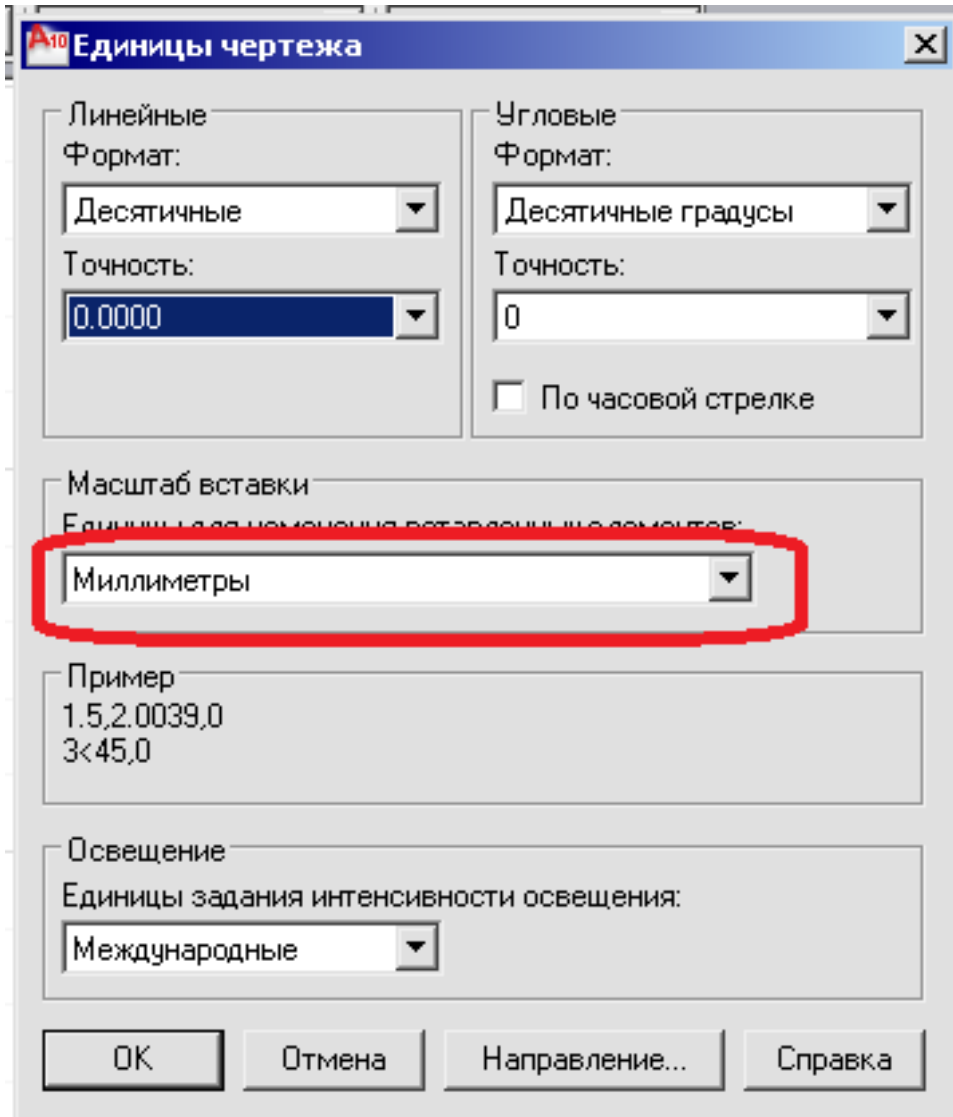

Рисунок 1.3
На панели "Единицы чертежа", рисунок 1.3, выбрать:
– точность при выполнении первых работ можно оставить = 0,0000 (рис. 1.3).